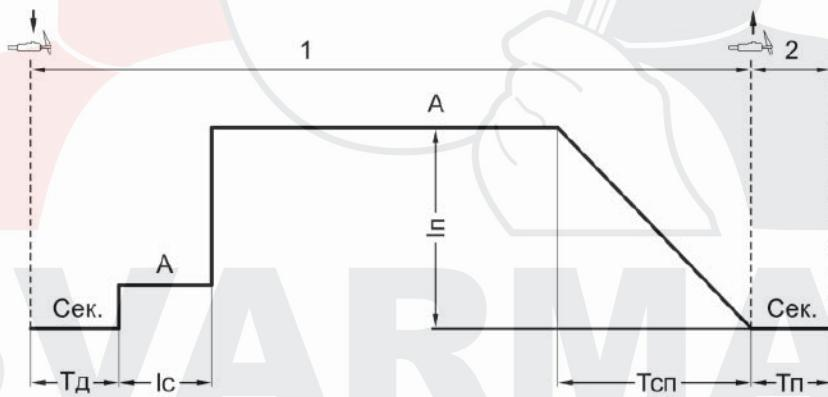

Рис. 7.5.4. Режим работы SPOT.
**Режим SPOT** рекомендуется использовать при сборке металлоконструкций и сварке коротких швов с одинаковой длиной (См. рис. 7.5.4, см. раздел 9.14).